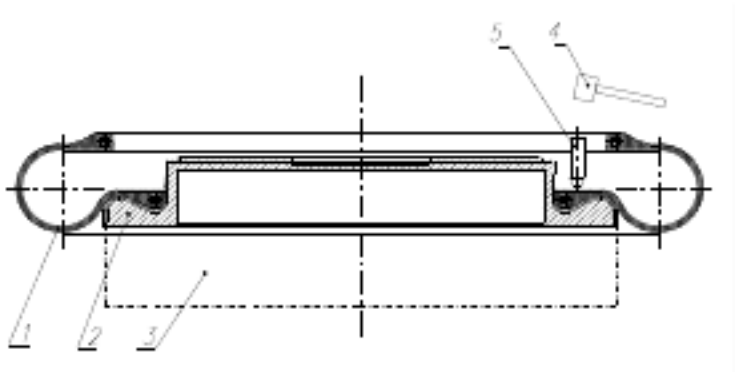

图 8
(1) 用湿布擦净支承座的橡胶密封部后，将其放在工作台上。
(2) 用湿布擦净胶囊小径端密封部，然后把胶囊放在支承上，用手将密封部用力均匀压下，再用手锤、尼龙棒（或胶木棒）均匀敲击胶囊密封部，使其牢固地嵌入底座（如图8 所示），密封部不得涂有密封胶、润滑油脂。